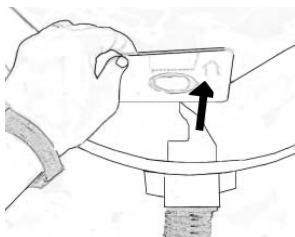

Abb. 24
5. Entfernen Sie den Staubbeutel, indem Sie die Kartonverstärkung festhalten und die Karte mit dem Beutel vorsichtig aus dem Behälter ziehen, Abb. 24. Falten Sie den perforierten Teil des Kartons zur Beutelloffnung, um zu verhindern, dass der Inhalt austritt.